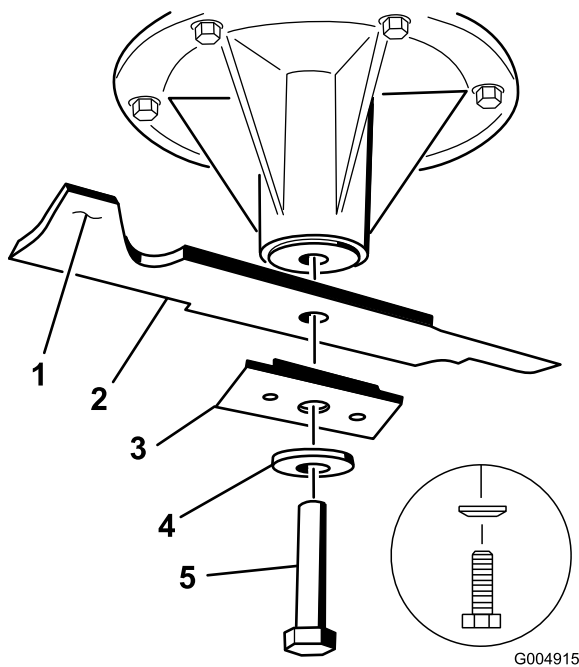

**Figure 74**
2. Pour les plateaux de coupe de 40 et 48 pouces, enlevez le boulon de lame, la rondelle bombée et la lame de l'axe de pivot (Figure 74).
1. Placez la lame sur l'axe (Figure 74).
**Important:** Pour une coupe correcte, la partie incurvée de la lame doit être tournée vers le haut et dirigée vers l'intérieur du carter de tondeuse (Figure 74).
2. Sur les plateaux de coupe de 40 et 48 pouces, montez la lame, la rondelle bombée et le boulon de lame (Figure 74).
2. Vérifiez l'équilibre de la lame en la plaçant sur un équilibreur (Figure 77). Si la lame reste horizontale, elle est équilibrée et peut être utilisée. Si la lame est déséquilibrée, limez un peu l'extrémité de la partie incurvée seulement (Figure 74). Répétez la procédure jusqu'à ce que la lame soit équilibrée.